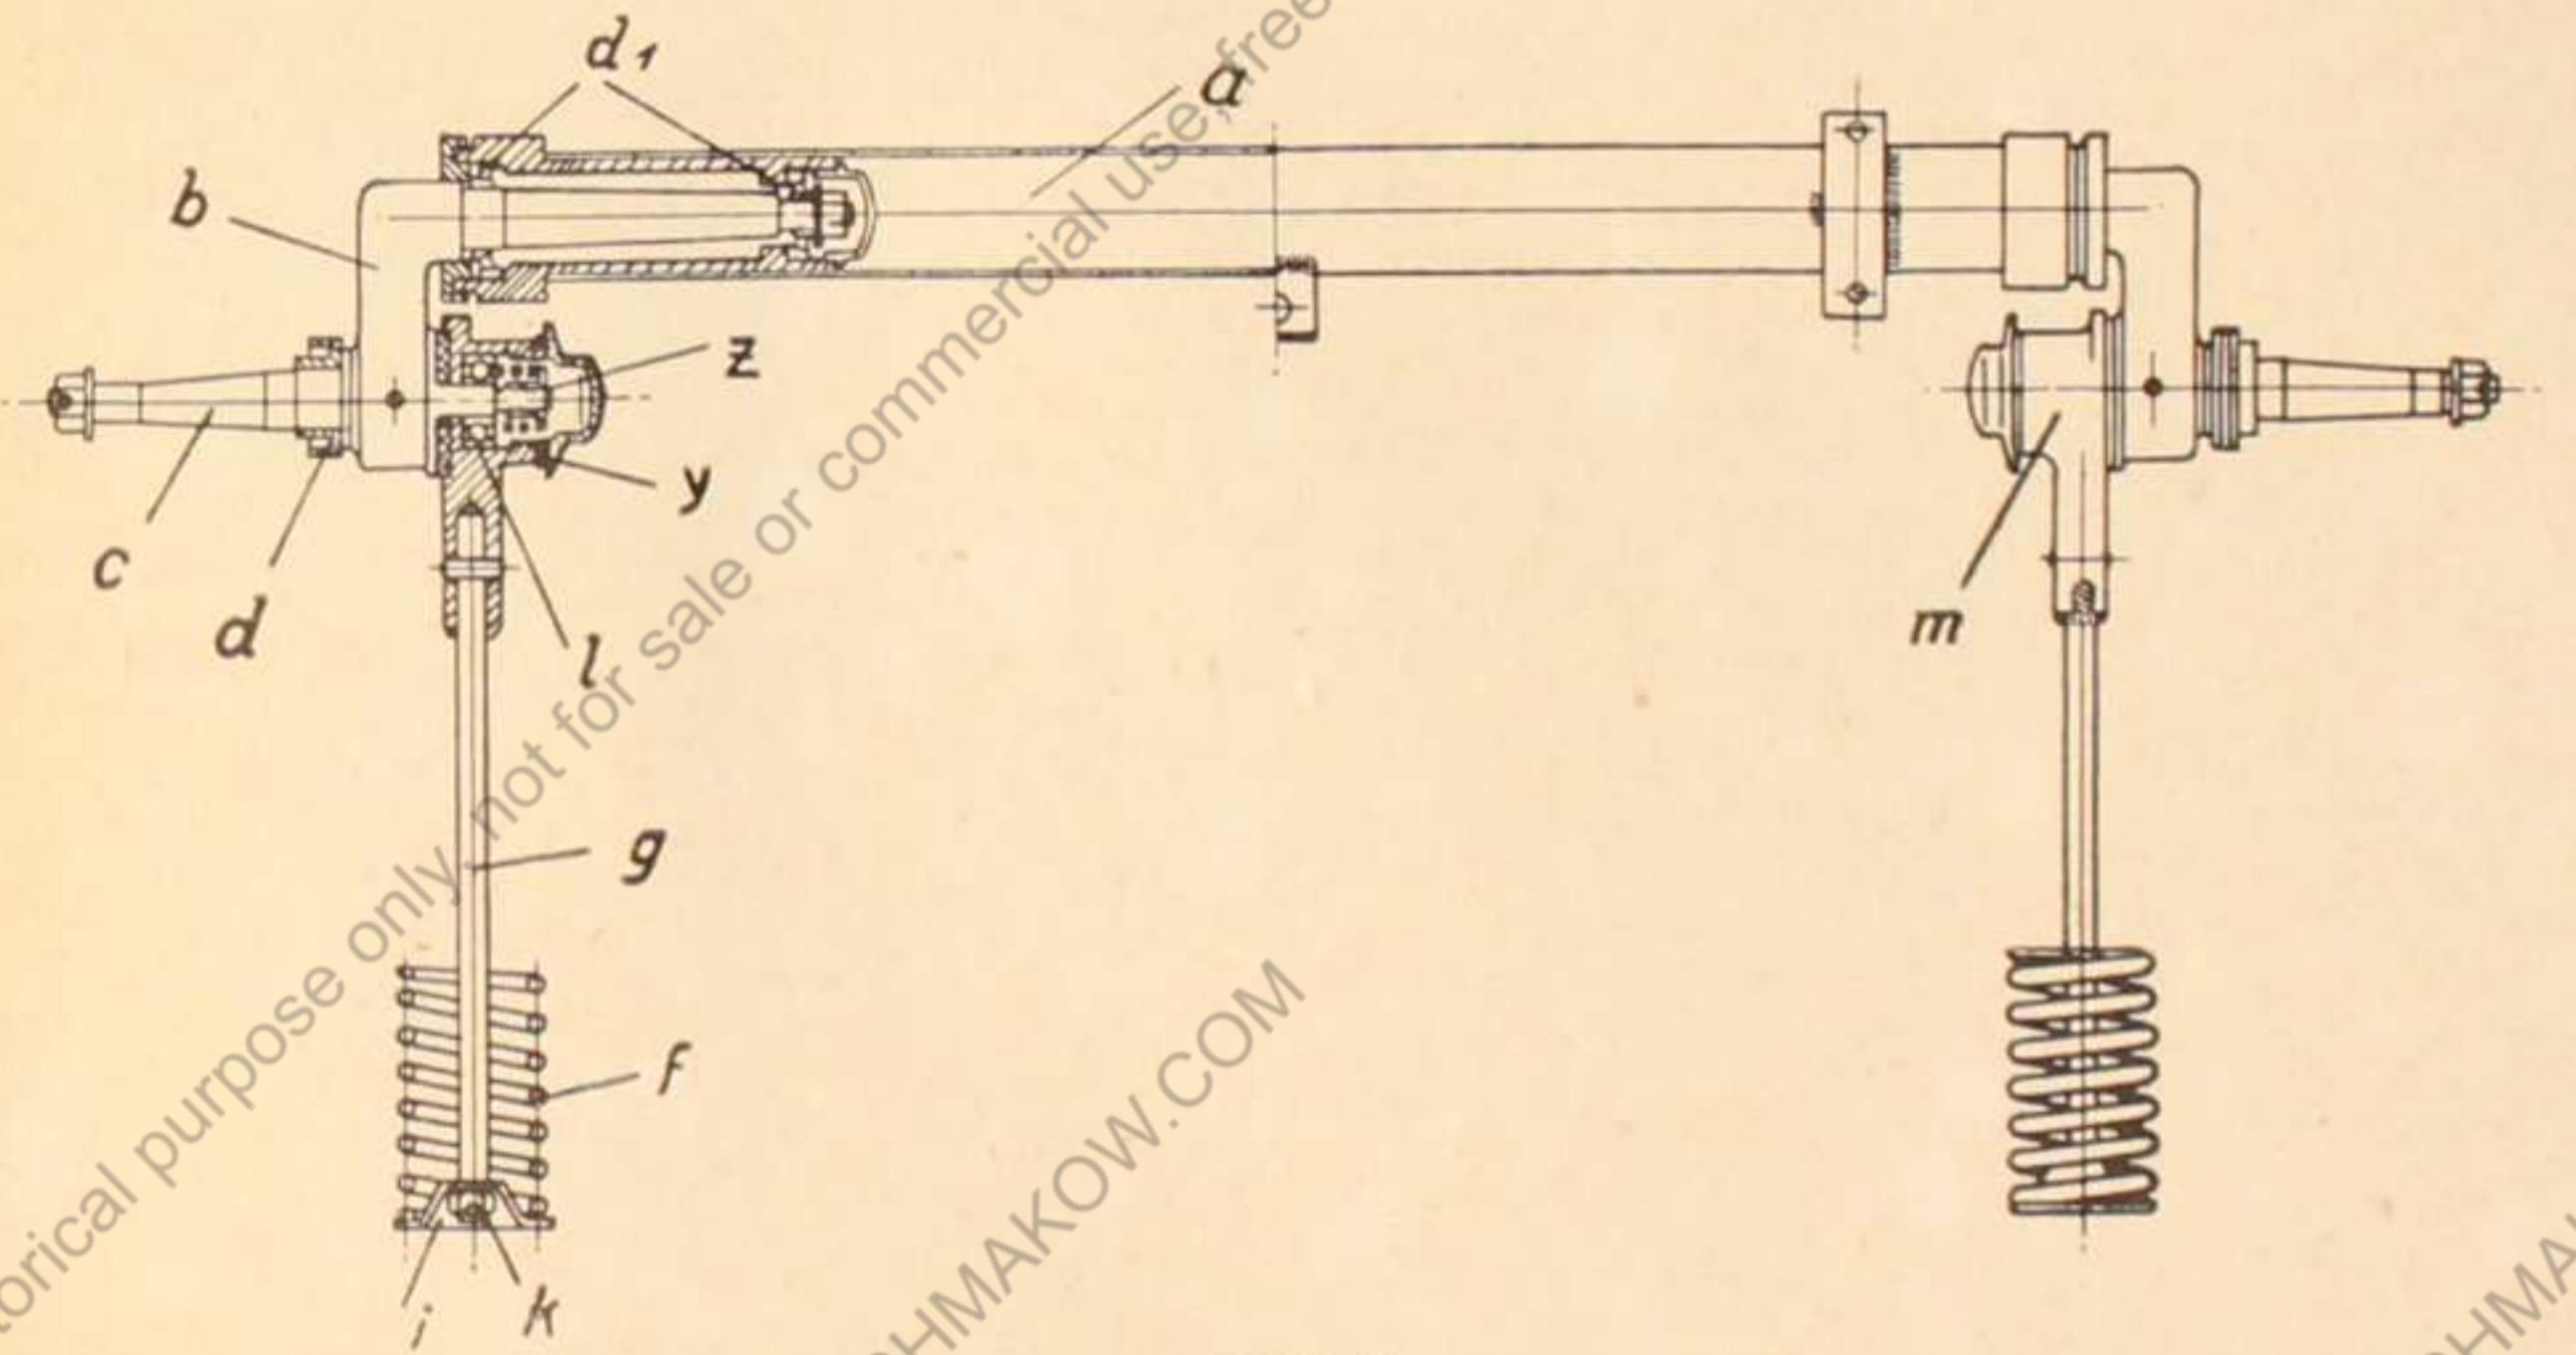

Bild 7.
**3. die Kugellager im Stoßdämpfergehäuse (Bild 7/l):**
**c) Einstellen der Federung (Bild 7):**